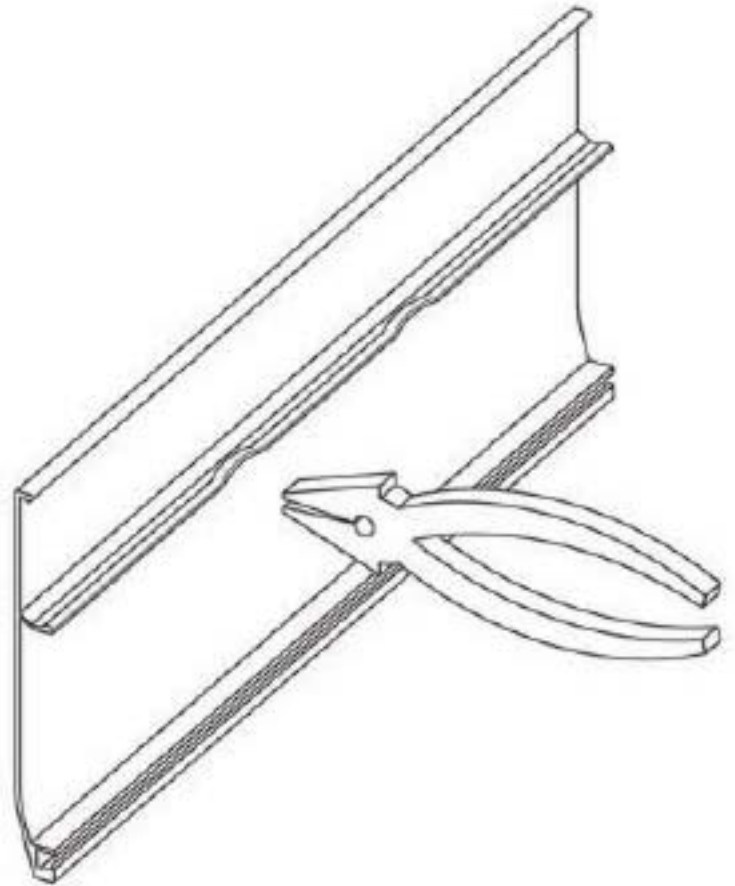

Fig. 6
e. Um die Profilabdeckung zu positionieren haken sie den oberen Zahn durch Druck an den unteren Flügelchen ein. Für die Erhöhung und Verminderung der Stärke der Blockierung wirken sie auf die unteren Flügel der Deckung wie in Abb. 6 gezeigt.